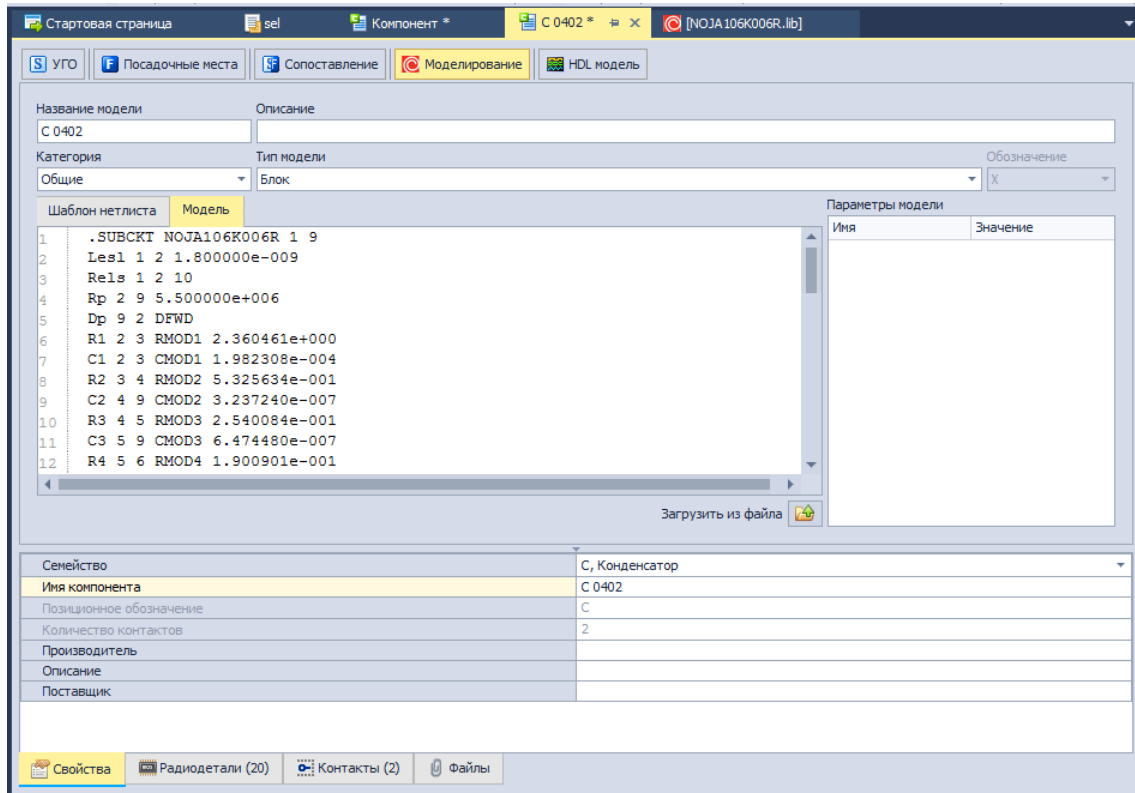

Рис. 302 Ввод списка соединений модели в текстовом окне вкладки «Модель»
- Введите нетлист (список соединений) модели в текстовом окне вкладки «Модель», см. Рис. 302: